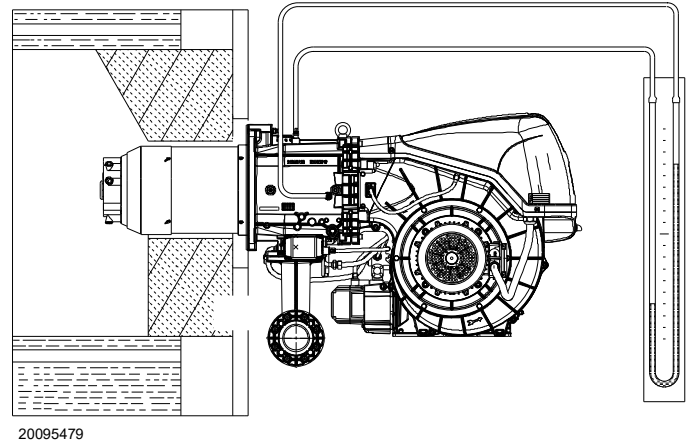

Fig. 30
- Monter un manomètre en U ou un manomètre de type différentiel (Fig. 30), avec prise (+) sur la pression du gaz du manchon et (-) dans la chambre de combustion. Il sert à mesurer approximativement la puissance MAX. du brûleur, à l'aide du Tab. O à la page 31.
L'arrivée de gaz au manchon est mise en évidence sur le manomètre en U (Fig. 30).